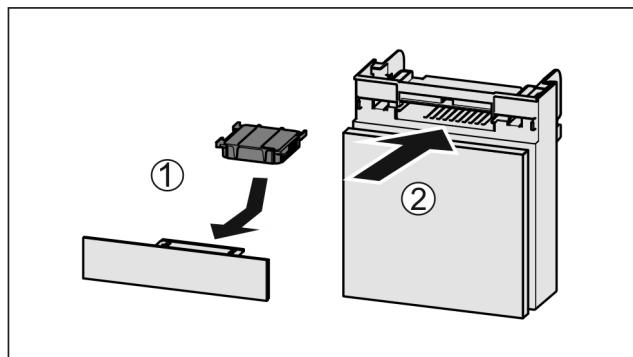

Fig. 148
- ▶ Umetnите filter s aktivnim ugljenom kao što je prikazano na slici Fig. 148 (1).
- ▶ Umetnите pretinac Fig. 148 (2).